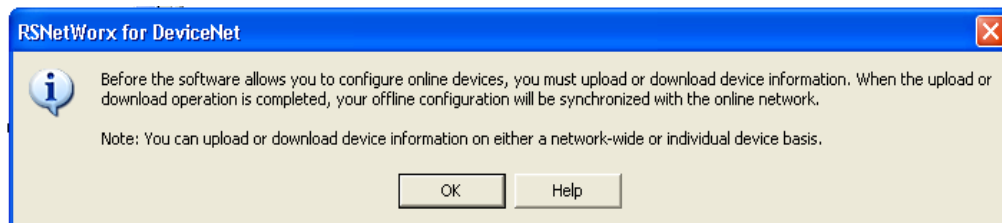

Abbildung 3-13: Bestätigungsdialogfeld
3. Klicken Sie auf **OK**, um fortzusetzen. Es erscheint ein Dialogfeld wie in Abbildung 3-13. Je nach verwendeter Softwareversion müssen Sie ggf. ein Upload oder Download durchführen.